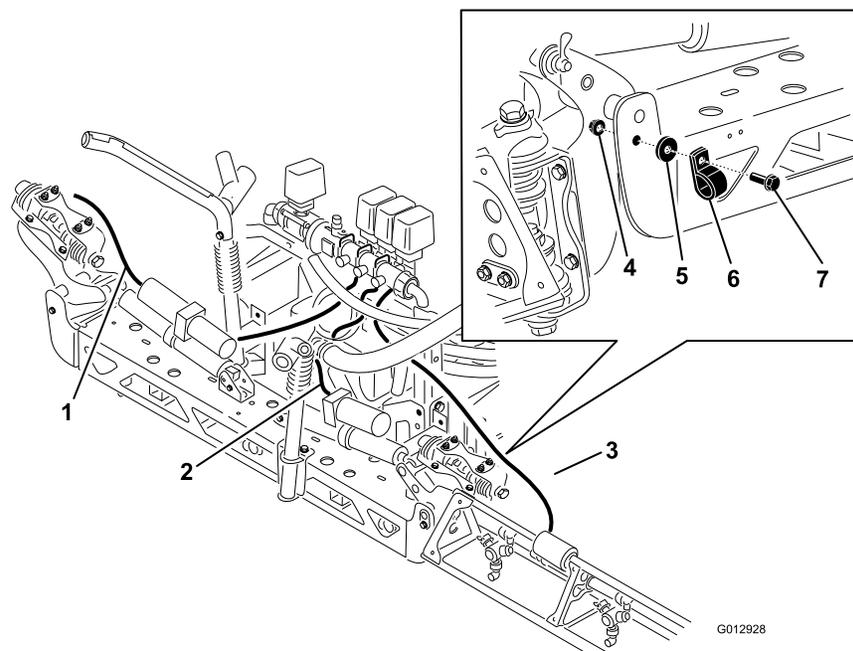

Figura 31
1. Oriente as tubagens da rampa conforme ilustrado em Figura 31.
2. Utilize as braçadeiras R para prender as tubagens da rampa direita e esquerda à parte da frente da rampa central. Prenda as tubagens e as braçadeiras R com um parafuso de cabeça longa, uma anilha e uma porca conforme ilustrado em Figura 31.